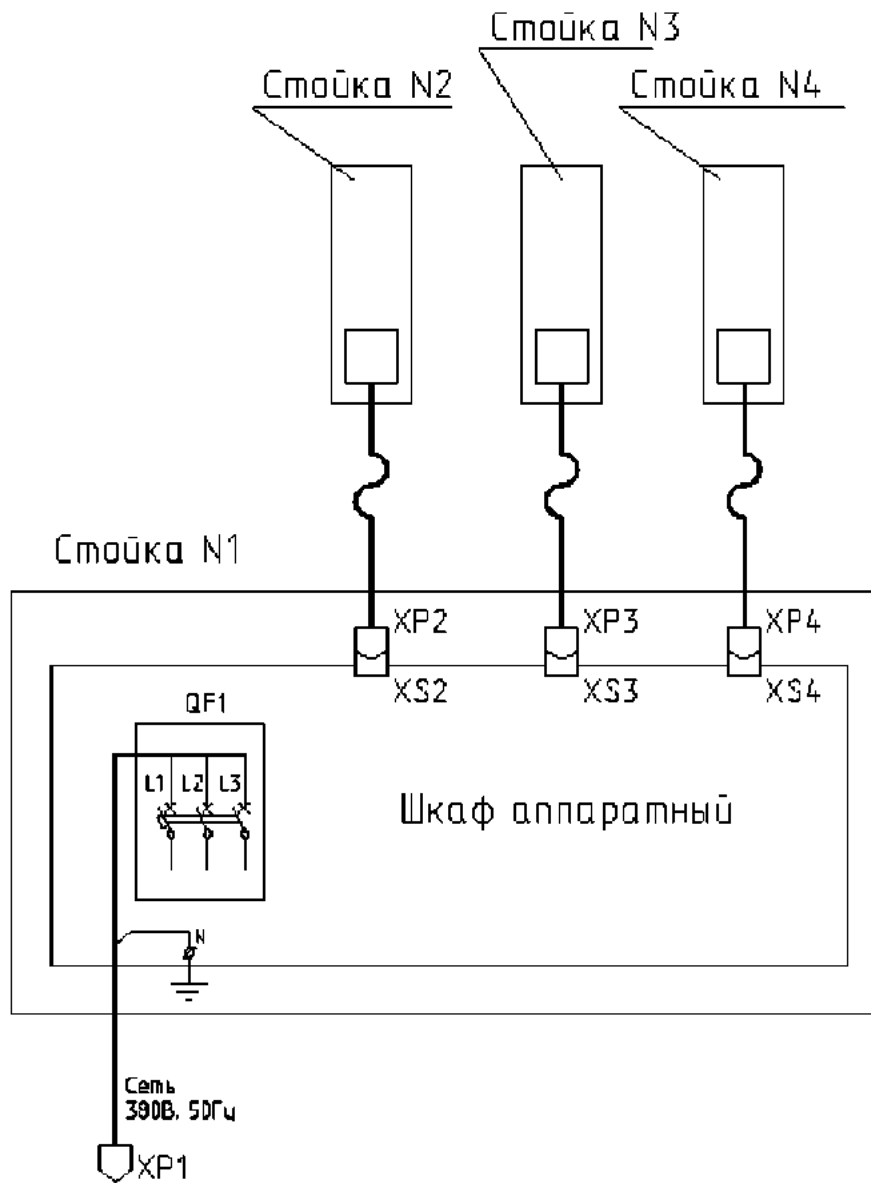

Рис. 4. Схема электрическая соединений подъемника ППТ-28
4.4. Перечень элементов схемы электрической принципиальной приведен в таблице № 1. Схема электрическая соединений приведена на Рис. 4.